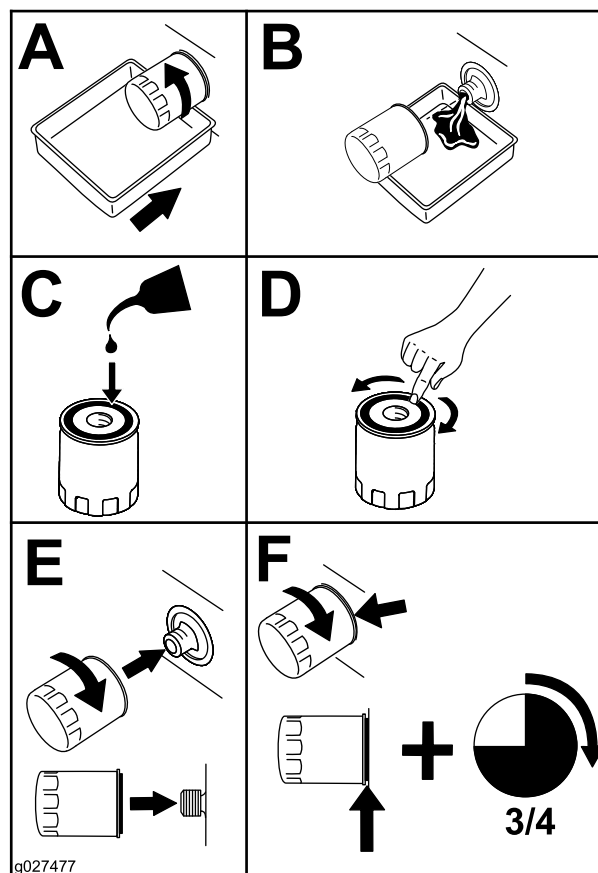

Figura 51
2. Remplacez le filtre à huile moteur (Figura 51).